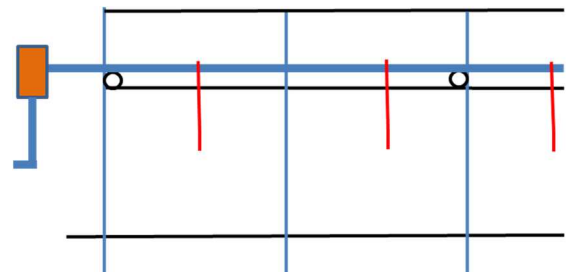

図24 巻き上げ用直管にマイカー線を結ぶ
⑥ テックスビス
- 巻き上げ用の直管パイプに、長さ 150cm 程度に調整したマイカー線を 200~250cm 毎 (アーチパイプとアーチパイプの間) に結束する。(図 24)